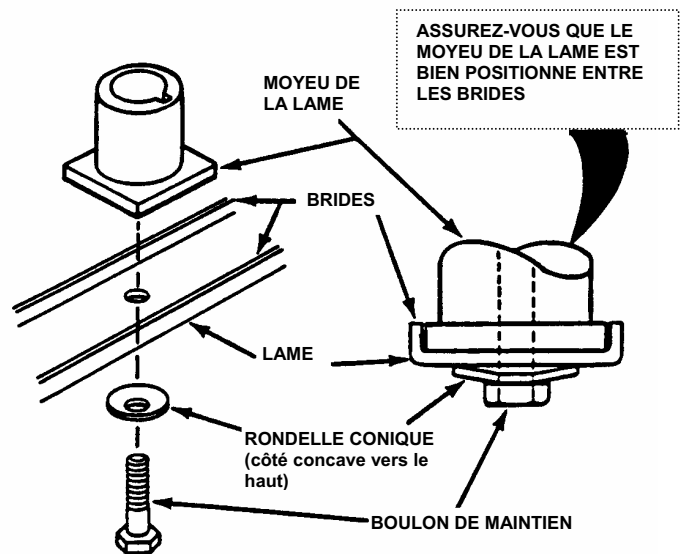

FIGURE 4.3
3. Déposez la lame. Voir figure 4.3.